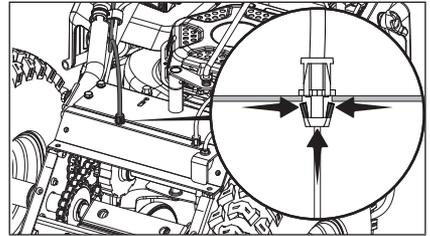

Figure 74
4. Sur la face inférieure du plus petit couvercle, serrez et retirez le réducteur de tension de la plaque métallique. Cela permettra de déloger le câble du plus petit couvercle du châssis de la base. (Fig. 74)